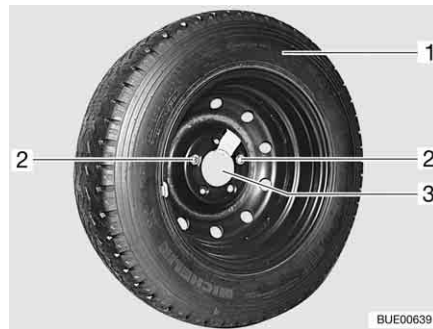

Bild 297 Ersatzrad-Halterung in der Heckgarage
- Die beiden Befestigungsschrauben (Bild 297,2) mit dem Bordwerkzeug herausdrehen und abnehmen.
- Das Ersatzrad (Bild 297,1) von der Halterung (Bild 297,3) abnehmen.